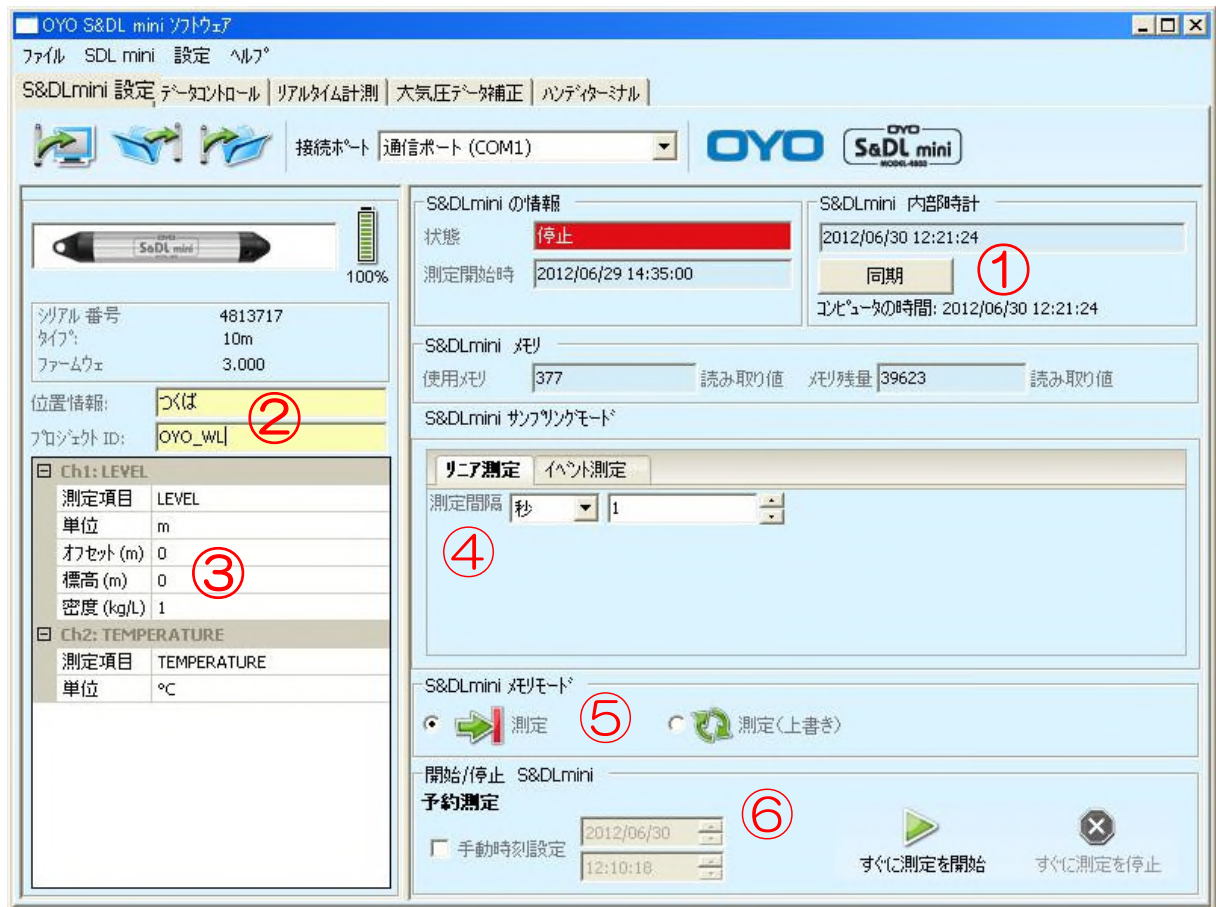

図 6-2 S&DL mini の内部情報の表示
6.1 S&DL mini の内部時計の設定 (図 6-2 ①)
6.2 位置情報、プロジェクト ID の設定 (図 6-2 ②)
6.3 オフセット[m]、標高[m]、密度[kg/L]の設定 (図 6-2 ③)